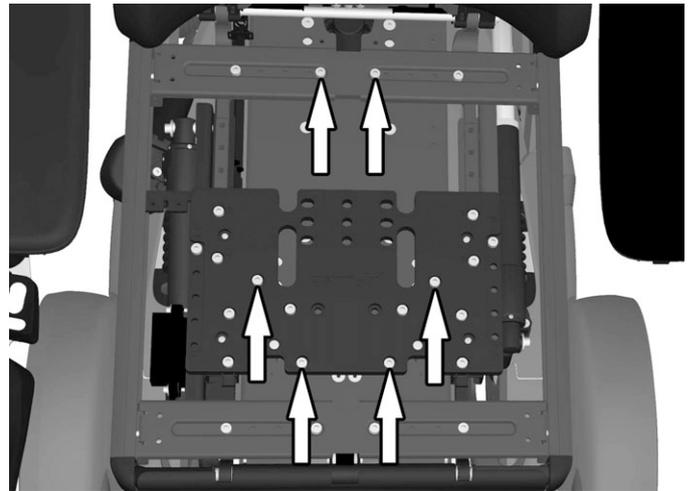

Abbildung 139. Der Sitz ist mit sechs Schrauben montiert.
- Die sechs Schrauben entfernen, die den Sitz halten. Siehe Abbildung. 139. Montageposition des Sitzes im Lochbild für spätere Rückmontage notieren.